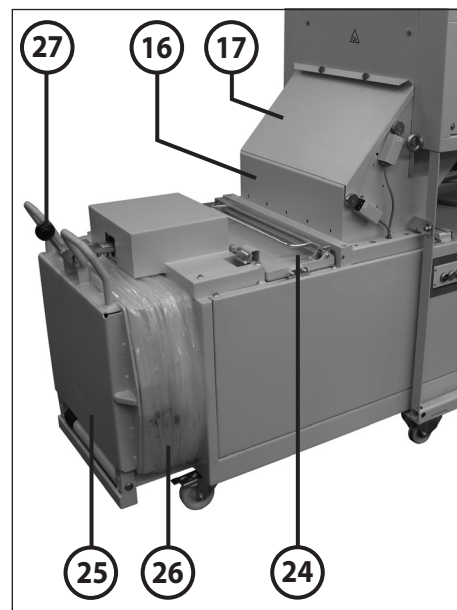

fig. 7
Quando si mantiene premuto questo pulsante (mantenere premuto per almeno 2 secondi), il punzone pressore ritorna indietro per un piccolo tratto e la leva di chiusura (27) (fig. 7) avanza leggermente (scarico della pressione sulla porta di prelievo). Si può ora aprire la porta di prelievo (25). Ciò è